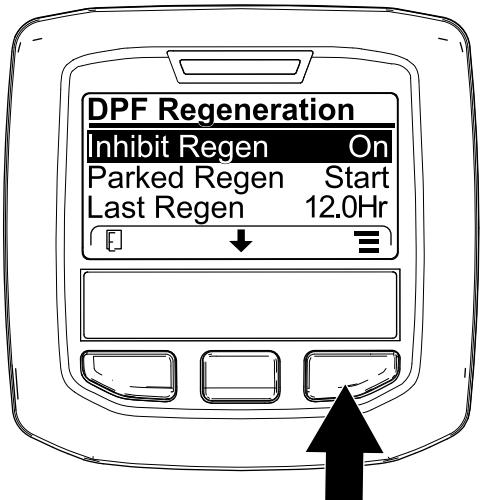
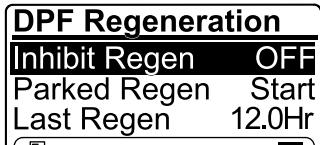

Figura 38
Figura 39
1. Aceda ao menu Regeneração do DPF, prima o botão central para ir até à opção INIBIR REGENERAÇÃO e prima o botão direito para selecionar a entrada Inibir regeneração (Figura 38).
2. Prima o botão direito para alterar a definição da Inibição da regeneração de Ligado para Desligado (Figura 38) ou de Desligado para Ligado (Figura 39).